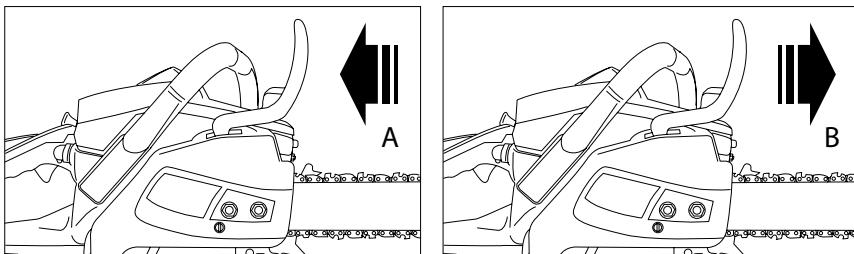

Рис. 12
1. Спирачката е отключена (веригата може да се движи), когато спирачен щит е отеглен назад (A) (рис. 12).
2. Спирачката е включена (веригата не може да се движи), когато спирачен щит е насочен напред (B). В този случай веригата не трябва да се движи по шината (рис. 12).